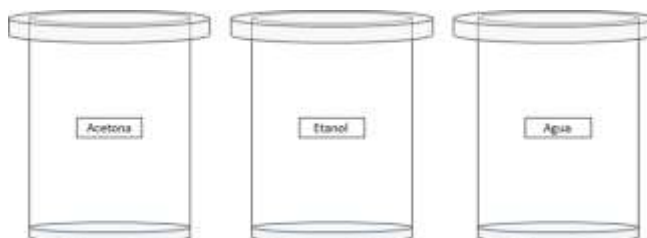

Figura 2.
- Coloque 10 [cm³] de agua en un vaso pequeño; en otro vaso, 10 [cm³] de etanol; y en un tercero, 10 [cm³] de acetona. Etiquete los vasos con el nombre del disolvente empleado y tape cada vaso con platos de vidrio (figura 2).